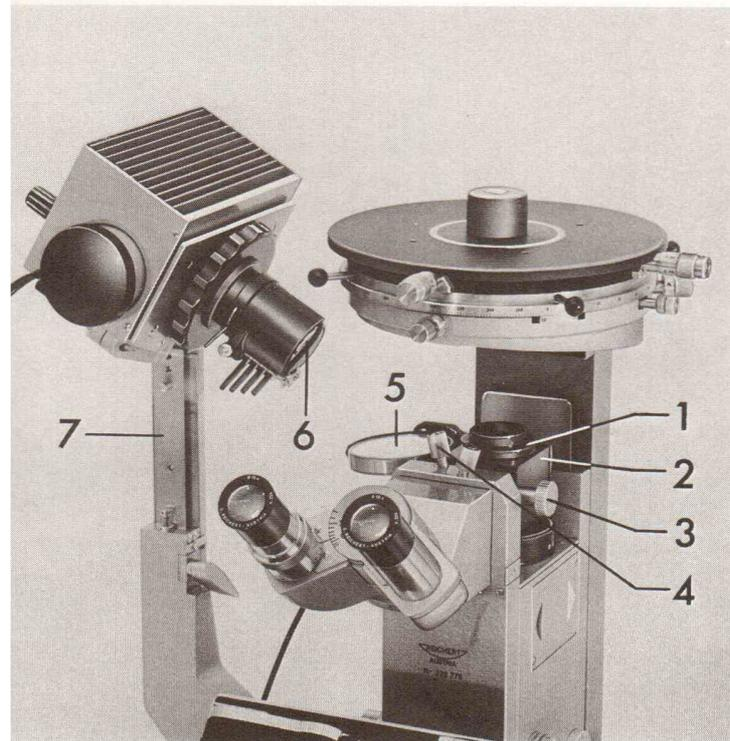

Fig. 63
- Objektstisch in höchste Lage bringen. An Stelle des Mikroskopteiles das Photo–Objektiv (9) auf Zwischenstück mit aufgesetztem Auflicht–Beleuchtungsapparat (8) in die Ringschwalbe der Feintrieb–Schlittenführung einsetzen und mit Klemmschraube (10) festklemmen.
- Lampe in Arbeitsstellung bringen und Lampenträger (11) so der Höhe nach verschieben, daß der Indexstrich auf die Marke P 100 der Einstellteilung weist. Kollektor–Zusatzlinse (7) einschwenken.
- Objektiv–Öffnungsblende mit Rändelring (1), siehe Fig. 63, bei planen Präparaten ganz öffnen, bei räumlichen Präparaten nur so weit schließen, als zur Erreichung der Tiefenschärfe unbedingt erforderlich ist.